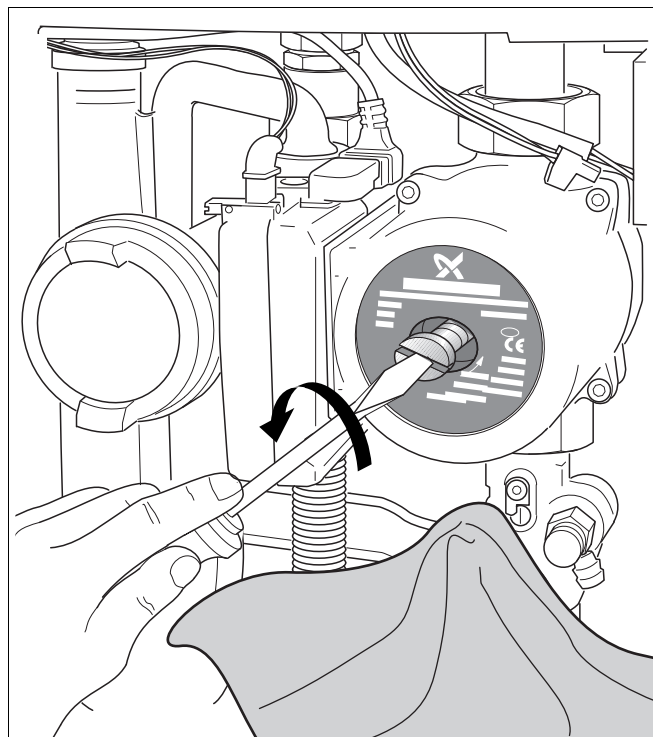

Fig. 62 Pomp ontluichten
- Ontlucht de pomp door de ontluchtingsschroef aan de voorzijde van de pomp te demonteren (→ fig. 62).